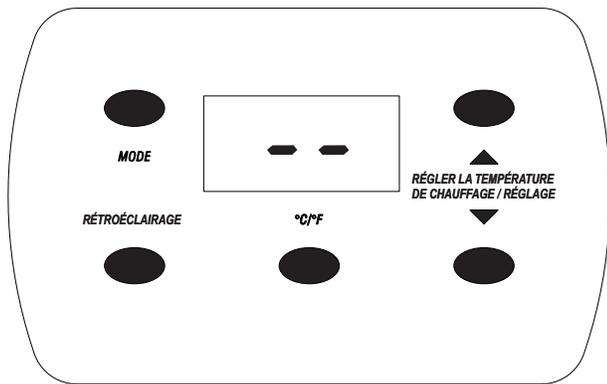

Figure 9
- Chaque témoin clignotera quatre fois, puis l'appareil de chauffage passera en attente du mode Télécommande. En attente du mode Télécommande, le témoin DEL clignotera lentement et un tirtet double « - - » apparaîtra sur le panneau d'affichage. **Voir Figure 9.**